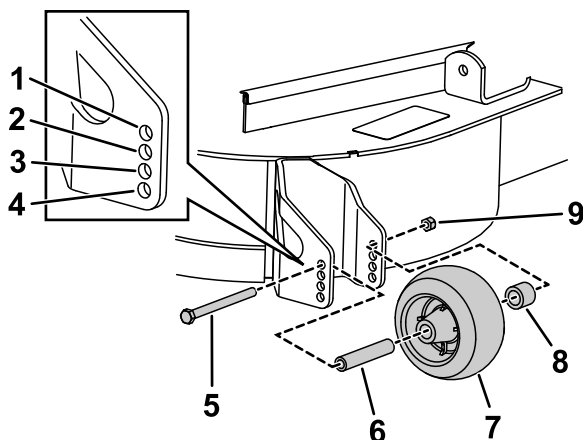

Bild 13
1. Nach dem Einstellen der Schnitthöhe sollten Sie die Rollen einstellen. Nehmen Sie die Bundmutter, die Büchse, das Distanzstück und die Schraube ab (Bild 13).
- Setzen Sie die Bundmutter, die Büchse, das Distanzstück und die Schraube ein. Ziehen Sie sie bis auf 54-61 Nm an (Bild 13).